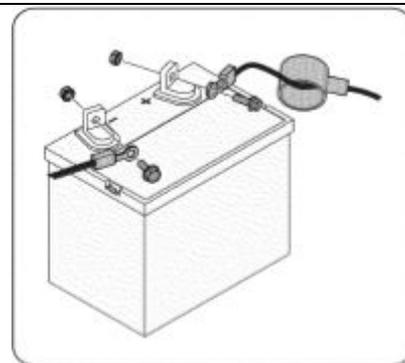

Рис. 1
1. Снимите с положительного вывода аккумуляторной батареи пластиковый колпачок (если имеется), и подсоедините красный провод, закрепив его болтом и шестигранной гайкой (См. Рис.1).
2. Снимите с отрицательного вывода аккумуляторной батареи пластиковый колпачок (если имеется), и подсоедините черный провод, закрепив его болтом и шестигранной гайкой (См. Рис.1).